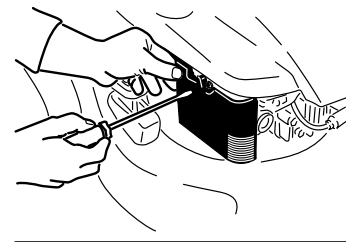

Bild 22
2. Öffnen Sie die Luftfilterabdeckung und nehmen Sie den alten Luftfilter heraus (Bild 22).